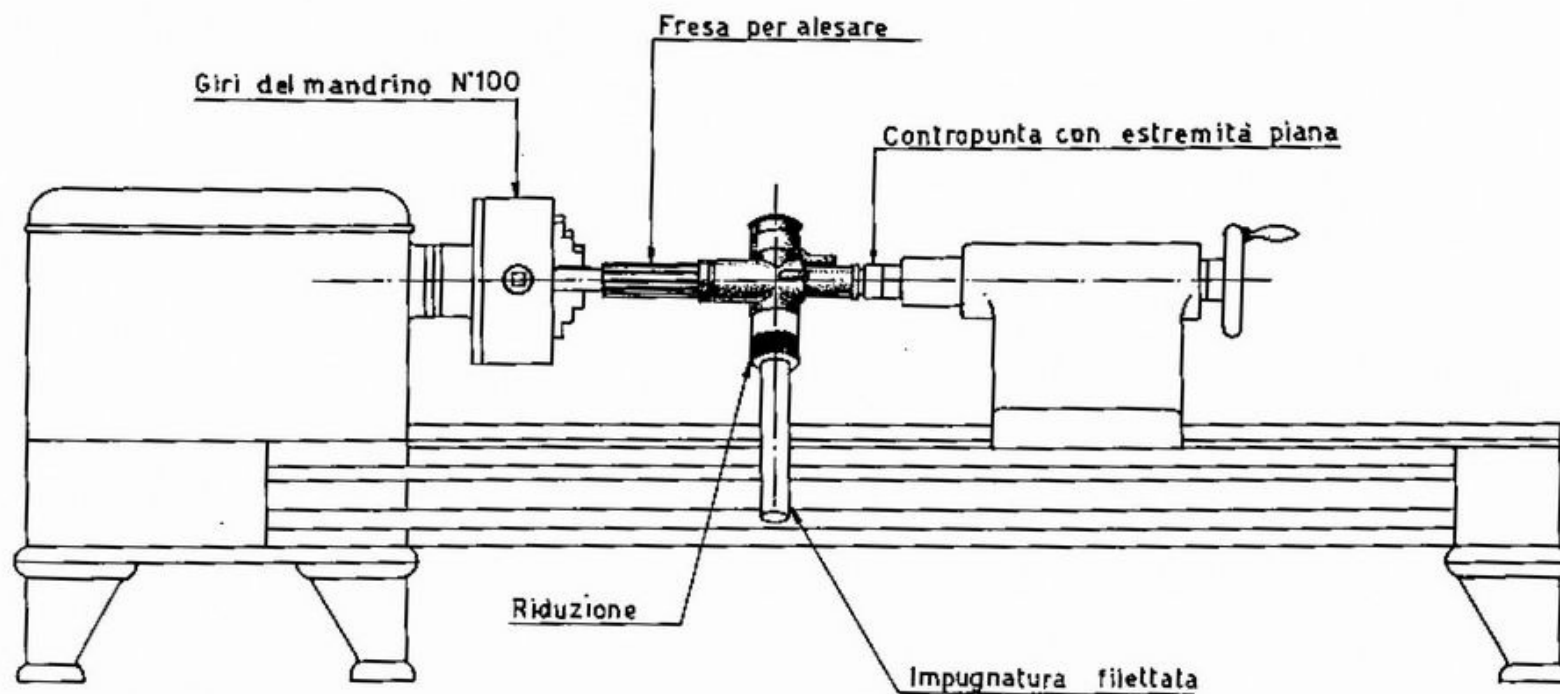

Fig. 113 - Alesatura della camera miscela del carburatore.
2) Prendere la fresa con guida anteriore n. 03.20884 per la prima operazione d'imbocco e montarla sull'autocentrante del tornio come mostrato in fig. 113, assicurandosi della sua centratura.
6) Accompagnare a mano il carburatore da alesare fino all'inizio dell'imbocco della fresa, poi premendo sull'estremità inferiore del carburatore stesso, con la contropunta del tornio a forma piana (appositamente preparata), avanzare lentamente e progressivamente per circa 25-30 mm., in modo da avere nel corpo da alesare un corrispondente tratto maggiorato nel quale poi imboccare la fresa a finire (fig. 113).